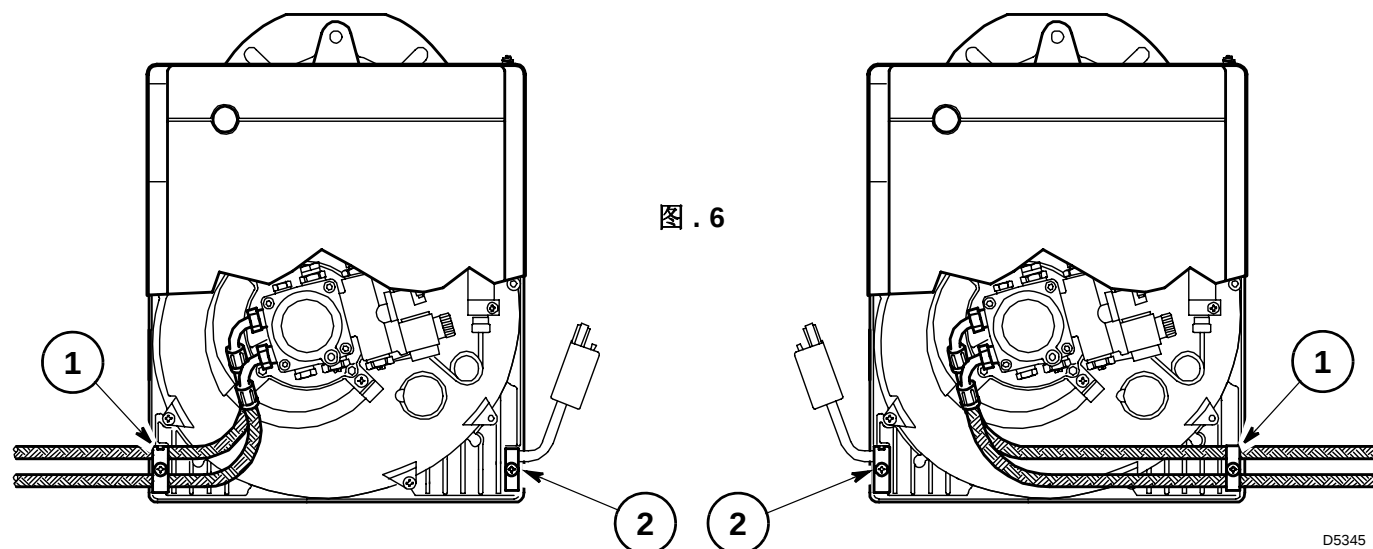

图 . 6
根据燃油管线的位置 (到燃烧器的右侧或左侧) 对应的连接板 (1) 和堵塞板 (2) 应保留, (参见图 . 6).